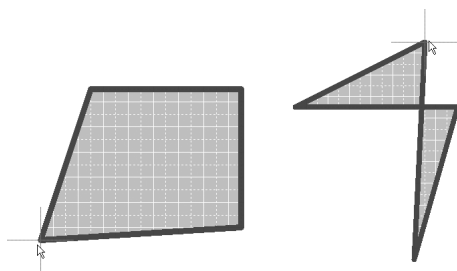

图 3-37 确定多边形的第四个顶点
2) 继续移动光标，确定多边形的下一个顶点，多边形变成一个四边形或两个相连的三角形，如图 3-37 所示。